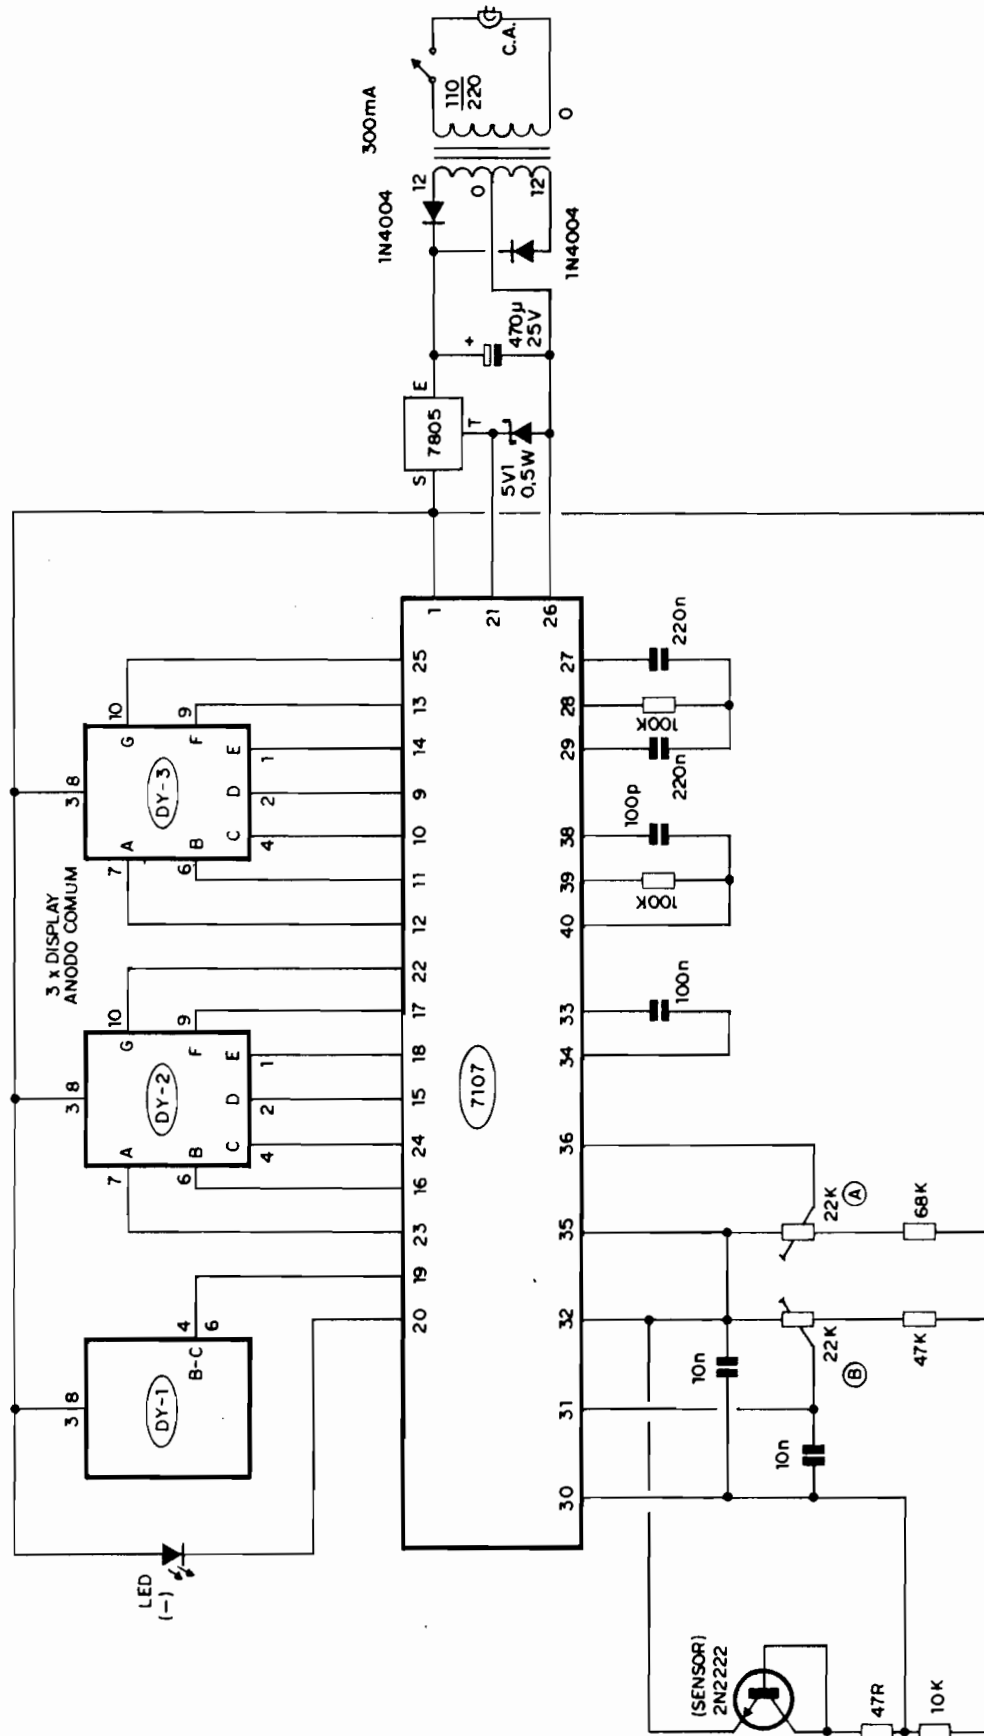

Fig.1
- FIG. 1 - DIAGRAMA ESQUEMÁTICO DO CIRCUITO - Conforme foi dito, é intensa a simplificação obtida graças à utilização no "centro" do circuito do Integrado 7107, um versátil conversor analógico/digital (basi-